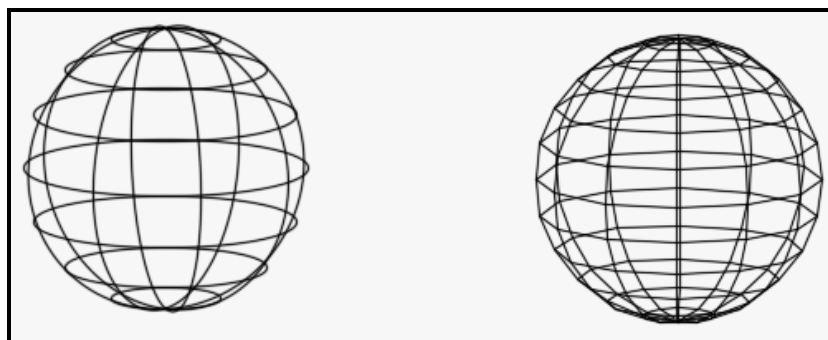

Рисунок 3.38 – Вид сферы. Тело – слева, сеть – справа
- Далее необходимо указать радиус или выбрать параметр **Диаметр (Diameter)**, чтобы задать диаметр сферы (рис. 3.38).